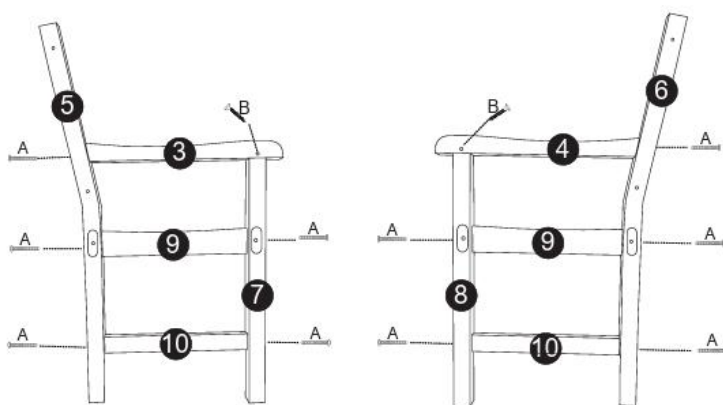

Abbildung 1-2
SCHRITT 1: Schrauben Sie A und B wie in Abbildung 1-2 unten in die Beine ein.